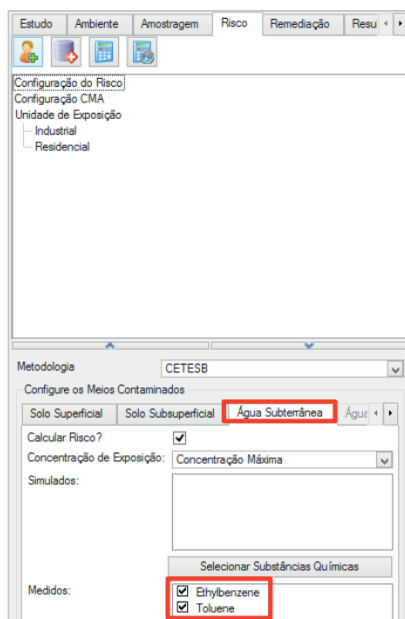

Figura 3.46 Configuração das substâncias químicas de interesse para a *Água Subterrânea*.
- No meio *Água Subterrânea*, adicione também os compostos químicos Etilbenzeno e Tolueno clicando sobre o botão *Selecionar Substâncias Químicas* e selecionando os compostos (Figura 3.46).